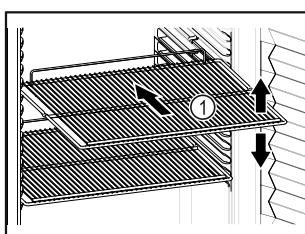

Fig. 18 Representación a modo de ejemplo
- Si los estantes Fig. 18 (1) se pueden mover, ajustarlos según la altura.